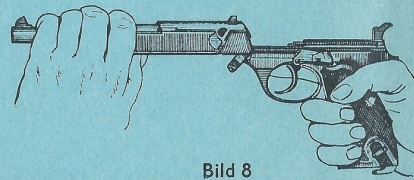

Bild 8
- Der Zusammenbau erfolgt sinngemäß in umgekehrter Reihenfolge (Bild 8).